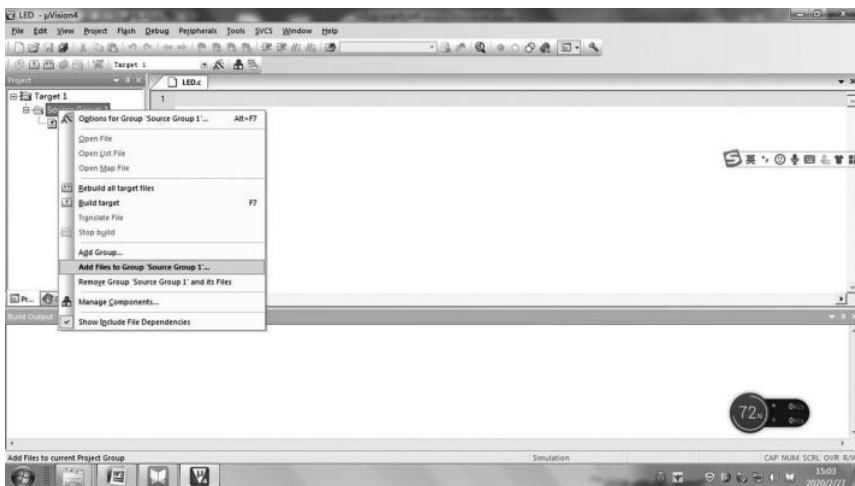

图 1.2.11 将文件添加到工程菜单
④将源文件添加到项目文件中。在左边工程窗口中用右键点击【Source Group 1】，在下拉菜单中选择【Add Files to Group 'Source Group 1'】，如图 1.2.11 所示。